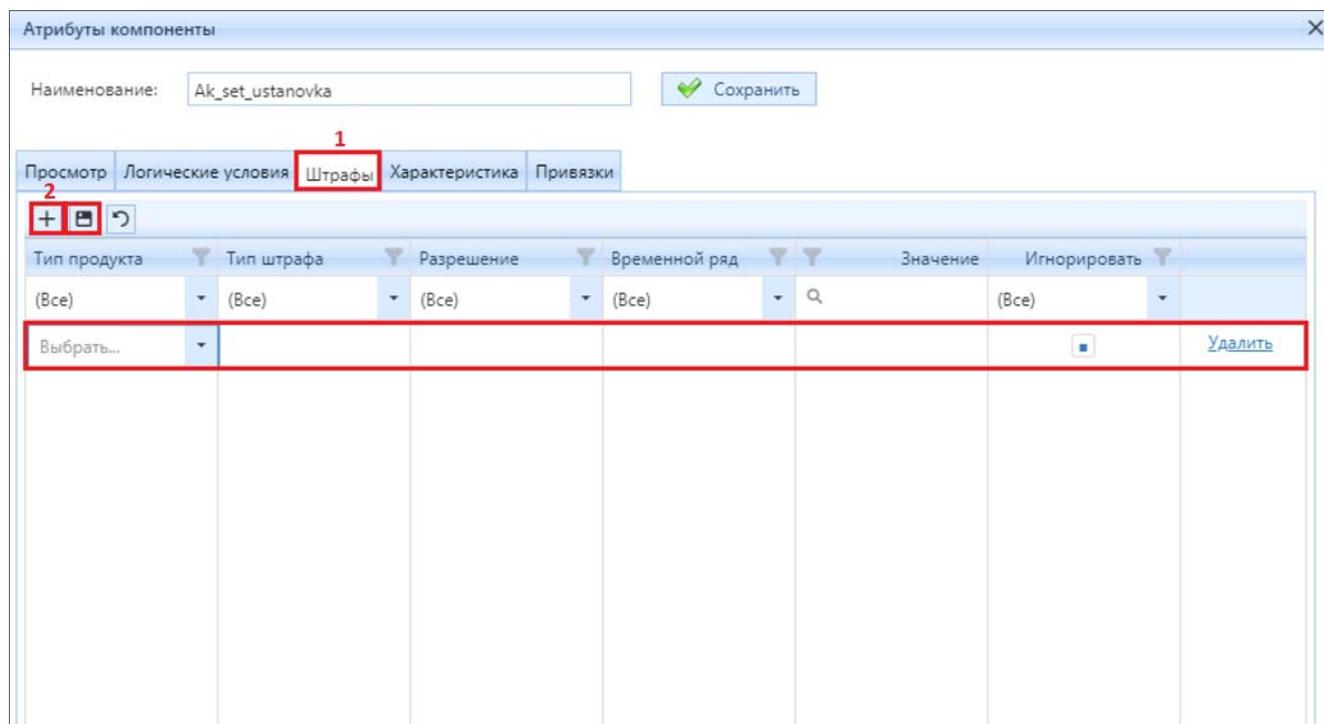

Рисунок 4.3.14 – Визуализация окна «Атрибуты компонента» для Преобразователя, наложение штрафа
Для того, чтобы установить штраф на компонент необходимо нажать на кнопку (2) «Редактировать» (рис. 4.3.5) в окне «Атрибуты компонента» (рис. 4.3.14) нажать на вкладку (1) «Штрафы», затем на кнопку (2) «Добавить» (рис. 4.3.14), в строке
выставить тип продукта, тип штрафа, разрешение, временной ряд (если он создан), значение штрафа. Нажать кнопку «Сохранить» (рис. 4.3.14).
Для просмотра всех компонентов, на которые наложены штрафы в модели необходимо нажать на кнопку (3) «Штрафы» (рис. 4.3.3). В появившемся окне (рис. 4.3.15) удобно просматривать, удалять все штрафы, а также выставлять величину штрафа в компоненте. При любом изменении не забудьте нажать кнопку «Сохранить» (рис. 4.3.14).